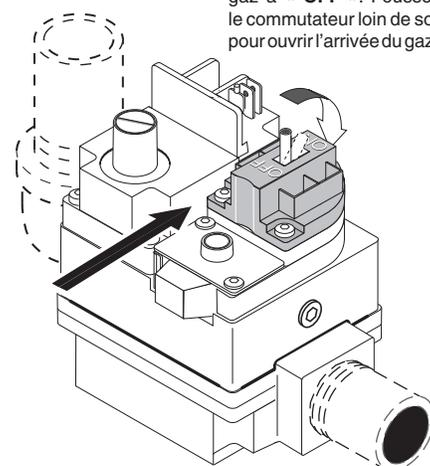

Figure 38.
- Soupape de type commutateur :** Tirer le commutateur vers soi afin de fermer l'arrivée du gaz, voir la figure 38.
- Attendre cinq (5) minutes que tout gaz se dissipe. **ARRÊTER** si une odeur de gaz est détectée. Suivre la consigne « B » dans la section « AVANT LA MISE EN ROUTE » (page 40). Passer à l'étape suivante en l'absence de gaz.
- Soupape de type commutateur :** Tirer vers soi afin de fermer l'admission du gaz, voir la figure 38.